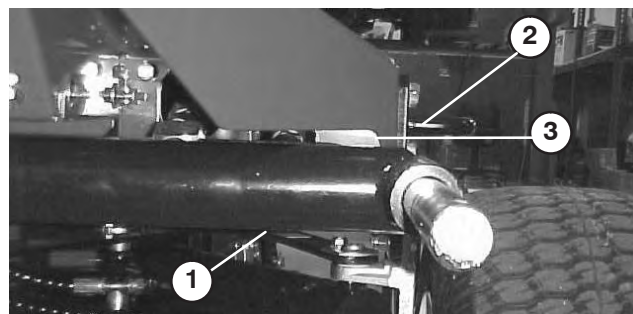
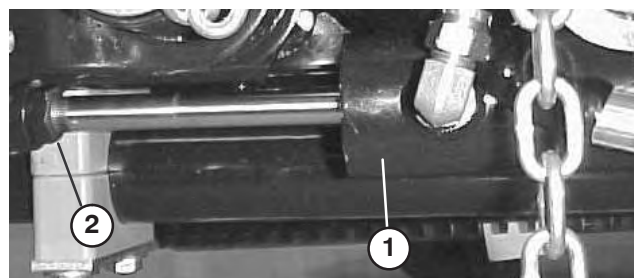

Figure 20
Figure 21
1. Mettez le moteur en marche, élevez les bras de levage et vérifiez que l'écartement entre chaque bras de levage et le support de la plaque de plancher est compris entre 4,57 et 8,13 mm (Fig. 20). Si ce n'est pas le cas, reculez les boulons d'arrêt (Fig. 22) et réglez le vérin de manière à obtenir l'écartement voulu. Pour régler le vérin, reculez l'écrou de blocage sur le vérin (Fig. 21), retirez l'axe à l'extrémité de la tige et tournez la chape. Posez l'axe et vérifiez l'écartement. Répétez la procédure au besoin. Serrez l'écrou de blocage de la chape.